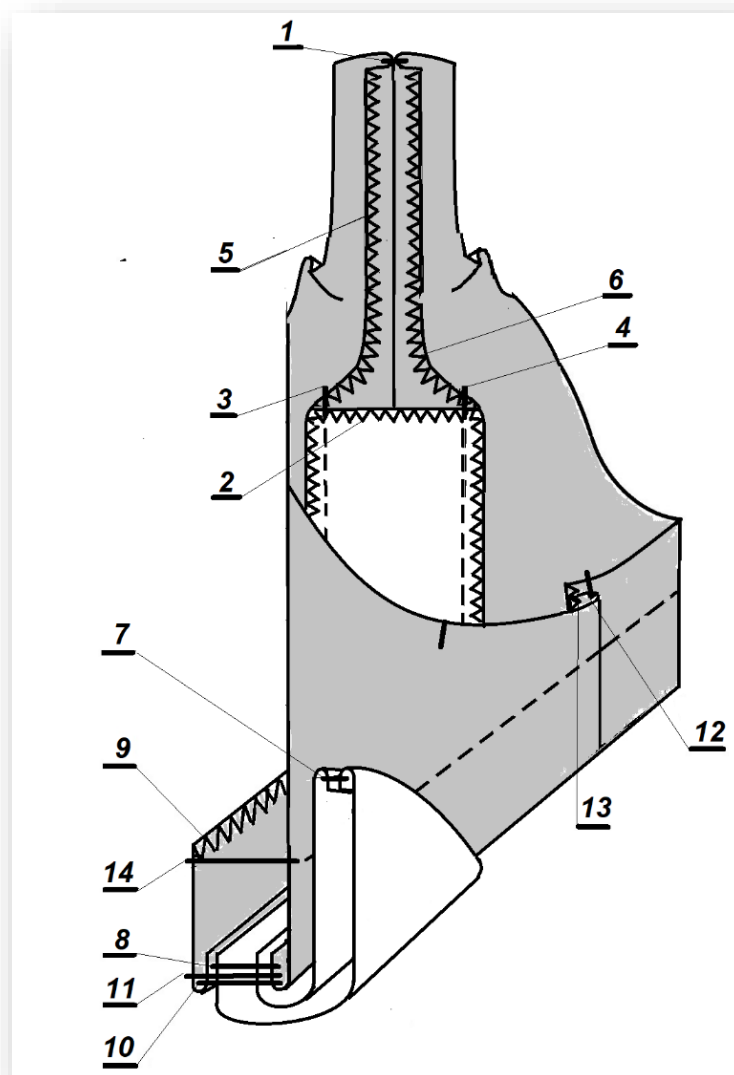

Рисунок 2 – Схема обработки рукава
2) При пошиве можете воспользоваться рекомендованной технологической последовательностью изготовления, приведенной ниже (стр. 7), а также схемами обработки (стр. 8, рис. 2), или применить свой метод изготовления, не ухудшающий качество и полностью соответствующий заданному внешнему виду фрагмента модели женского платья.
1. Стачать верхние срезы правого рукава, оставляя не стачанным участок складки (между надсечками), ш. шва 1,5 см (рис. 2, стр. 1).
3. Обметать верхние и нижние срезы детали складки рукава (рис. 2, стр. 2).
4. Притачать деталь складки к внутренним срезам припуска складки верхнего шва рукава, ш. шва 1,0-1,5 см (рис. 2, стр. 3 и 4).
5. Обметать припуски верхних швов рукавов и швы притачивания детали складки одновременно, срезав уголки по овалу для более качественного обметывания (рис. 2, стр. 5 и 6).
6. Обтачать манжету по верхнему фигурному срезу, ш. шва 0,7 см (рис. 2, стр. 7).
10. Притачать манжету к срезу низа рукава, прикладывая по надсечкам, ш. шва 0,5-0,6 см (рис. 2, стр. 8).
11. Обметать внутренний срез обтачки низа рукава (рис. 2, стр. 9).
12. Обтачать срез низа рукава обтачкой, ш. шва 0,7 см (рис. 2, стр. 10).
13. Настрочить обтачку на шов обтачивания на расстоянии 0,1-0,2 см (рис. 2, стр. 11).
14. Стачать нижние срезы рукава и боковой срез обтачки низа рукава одной строчкой, ш. шва 1,5 см (рис. 2, стр. 12).
15. Обметать нижние швы рукава (рис. 2, стр. 13).
18. Настрочить внутренний срез обтачки рукава на рукав на расстоянии 0,5 см от обметанного среза (рис. 2, стр. 14).